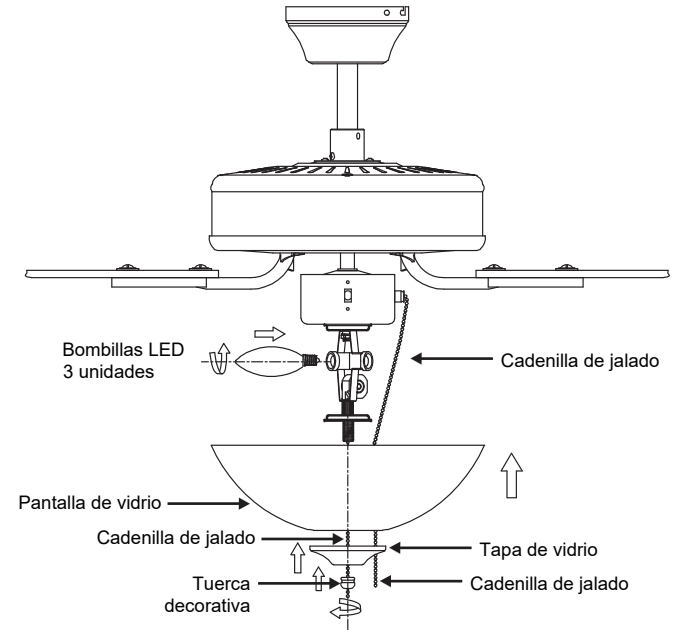

Fig. 17
Step 1. Retire la tapa de vidrio y la tuerca decorativa del kit de iluminación (**Fig. 17**).
Step 2. Instale las bombillas LED (incluidas) (**Fig. 17**).
Step 3. Coloque la pantalla de vidrio sobre el vástago del kit de iluminación, asegurándolo con la tapa de vidrio y la tuerca decorativa (**Fig. 17**).
Step 4. Inserte las cadenillas de jalado a través del ojal en la pantalla y la tapa. Asegure la tapa de vidrio con la tuerca decorativa suministrada. No apriete demasiado (**Fig. 17**).